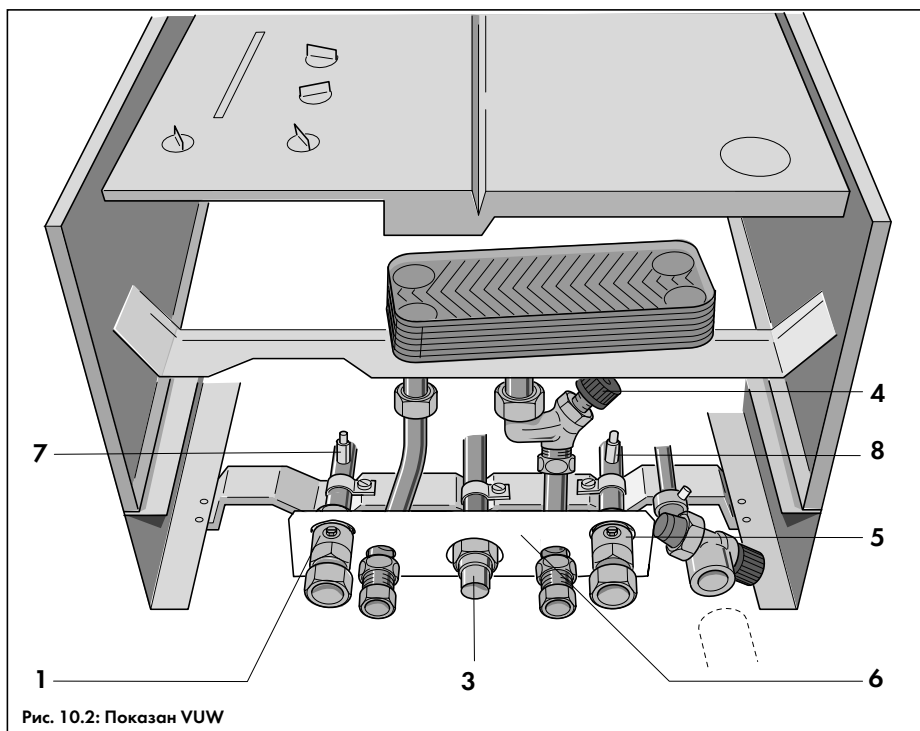

Рис. 10.2: Показан VUW
- Закрыть сервисные краны контура отопления (1 и 5, рис. 10.2);
- У аппаратов VUW: Закрыть кран холодной воды (4, рис. 10.2).
- Отсечь аппарат от системы отопления, закрыв сервисные краны (1 и 5, рис. 10.2);
- Подсоединить к сливным штуцерам (7 и 8, рис. 10.2) отрезок гибкого шланга и опустить их в какую-либо подходящую емкость;
- Спустить из аппарата воду через сливные штуцеры (7 и 8, рис. 10.2), открутив их ключом на 10 на 1-2 оборота;
- Открыть сервисные краны (1 и 5, рис. 10.2) в контуре отопления. В случае необходимости произвести подпитку системы отопления (см. главу 6.4).
- Открыть сервисные краны (1 и 5, рис. 10.2) в контуре отопления. В случае необходимости произвести подпитку системы отопления (см. главу 6.4);